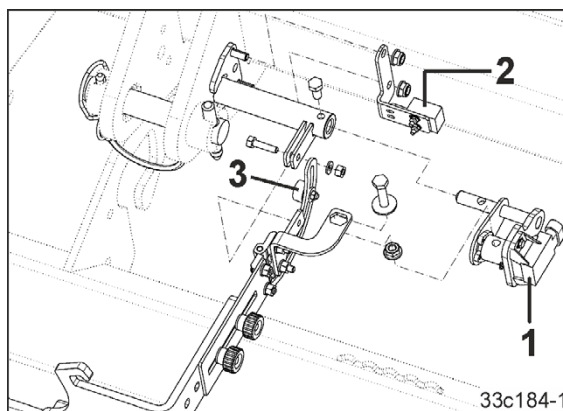

Fig. 50
- Capteur de position de travail analogique (Fig. 50/1) pour combinaison d'outils avec système ISOBUS
- Capteur de position de travail (Fig. 50/2) pour la surveillance de la conduite de semence avec aimant de réglage (Fig. 50/3)